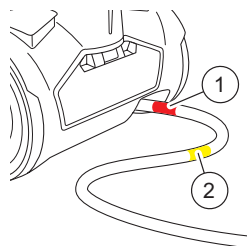

рис. 5
**ВНИМАНИЕ!** Жёлтая отметка на сетевом шнуре предупреждает о максимальной длине шнура. Запрещается вытягивать сетевой шнур дальше красной отметки. (рис. 5)